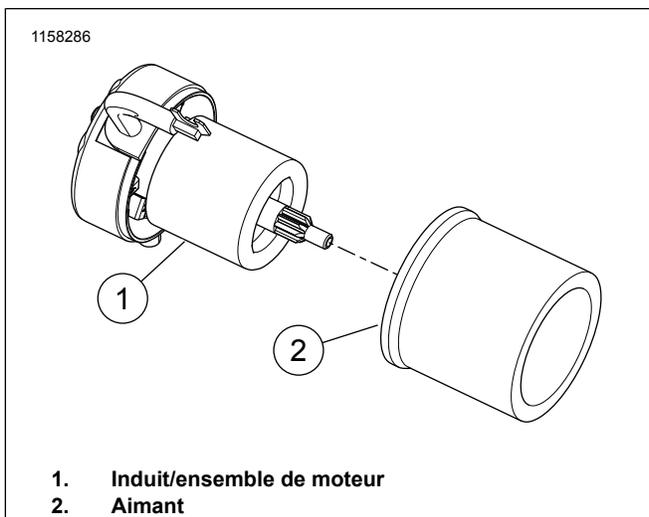

Figure 4. Aimant - Induit
11. Figure 4 Retirer l'aimant de l'ancien induit.
16. Figure 4 Poser le **nouveau** ensemble de moteur (1) dans l'aimant (2).